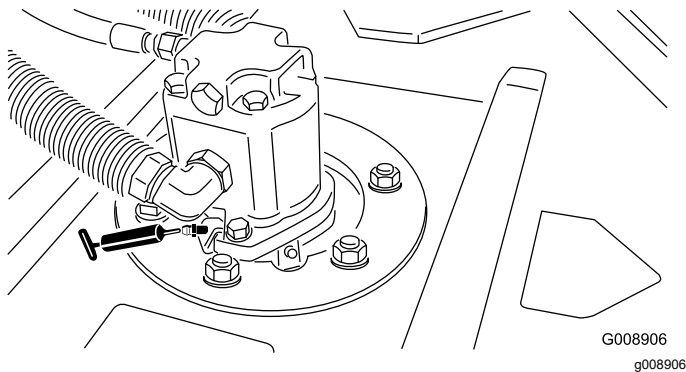

Bild 72
- Spindelwellenlager der Schneideinheit (2 pro Schneideinheit)—Bild 72